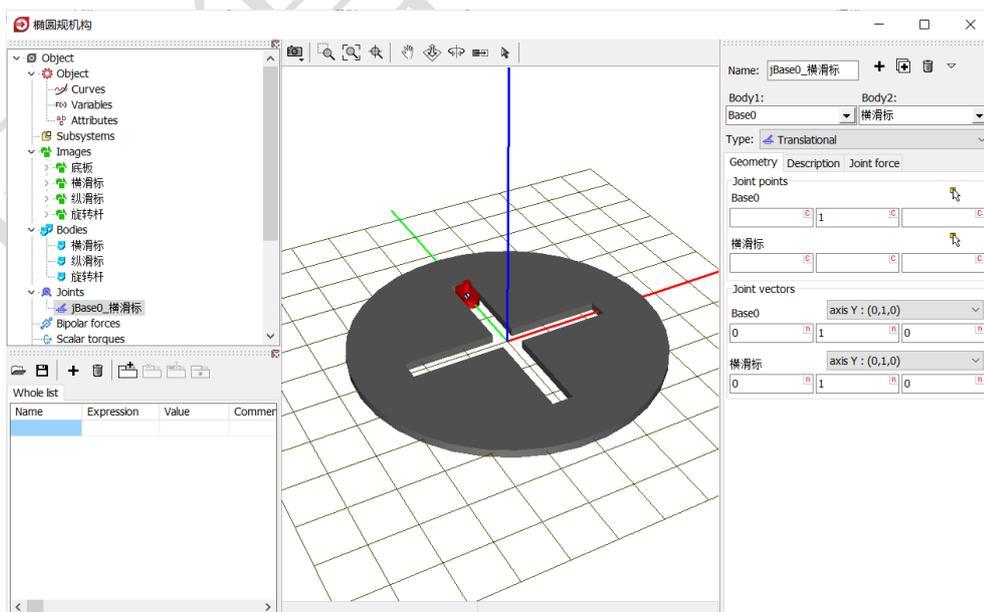

图 2-77
- 9) 创建第一个铰，**Body1** 选择 **Base0**，**Body2** 选择**横滑标**，**Type** 选择 **Translational**，**Joint points** 分别为 (0, 1, 0) 和 (0, 0, 0)，**Joint vector** 都选择 **Y** 轴，如图 2-77。表示将横滑标的原点与总体坐标系的点 (0, 1, 0) 重合，横滑标沿总体坐标系 Y 轴可以平动，并且横滑标的 Y 轴与之平行（重合）。